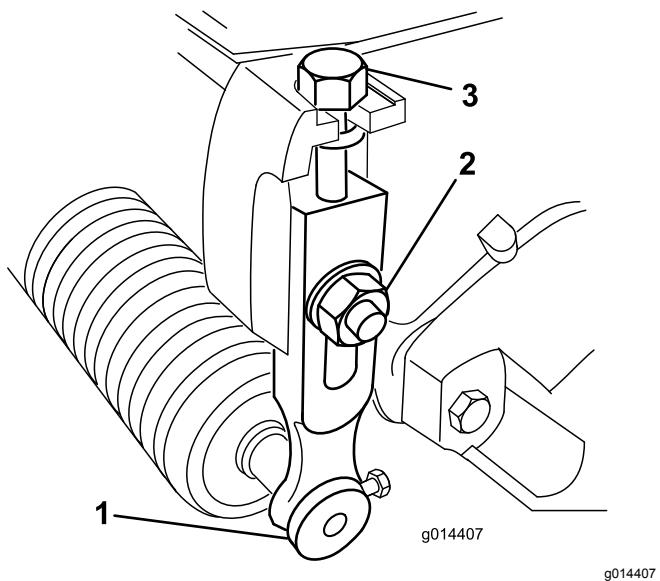

図 14
- 刈り高アームをカッティングユニットのサイドプレートに固定しているロックナットをゆるめる図 14。